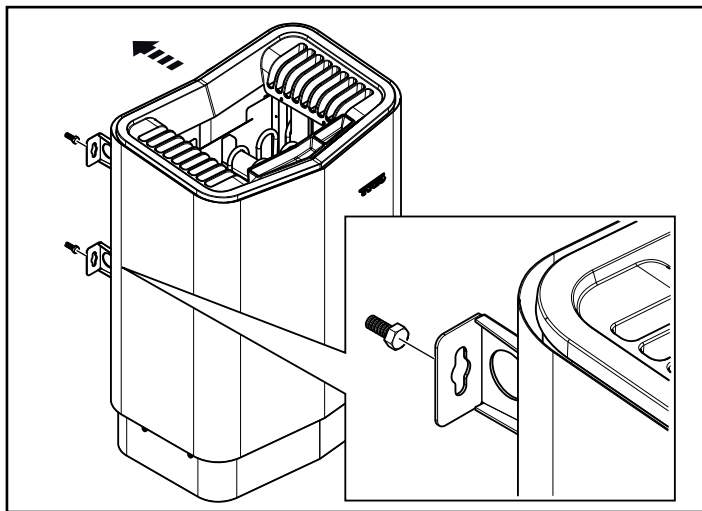

Fig 13: Häng upp aggregatet
7. Häng upp aggregatet på skruvarna se Fig 13.